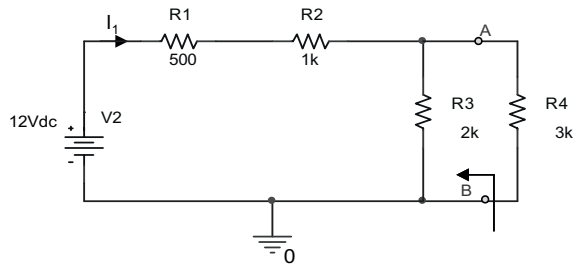

Figura 3: Equivalente de Thevenin
- 1.- En el circuito de la Figura 3 hallar I_1 y la caída de tensión entre A y B.
- 1.- Montar el circuito de la Figura 3 en PSpice y obtener la caída de tensión entre los terminales A y B y la intensidad I_1 .